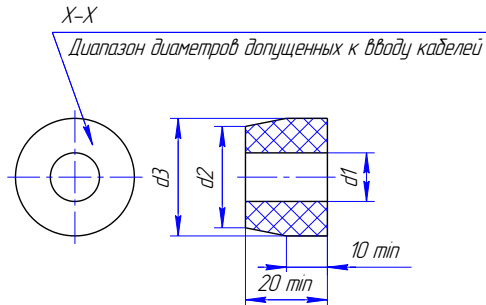

Рисунок 4. Чертеж средств взрывозащиты (продолжение). Кабельный ввод.
- кабельные вводы (см. рисунок 4) выполнены в соответствии с требованиями ГОСТ 31610.0, ГОСТ ИЕС 60079-1. Клапан должен применяться с кабельными вводами завода изготовителя или с другими кабельными вводами, которые обеспечивают защиту вида взрывонепроницаемая оболочка "d" уровень взрывозащиты 1, подгруппу IIC и степень защиты оболочки не ниже IP66. Кабельные вводы должны иметь температурный диапазон от минус 50 до плюс 60°С для обычного исполнения привода и от минус 60 до плюс 60°С для привода исполнения ХЛ;
1 - Модуль СФУ, 2 - Стакан (Сталь 09Г2С ГОСТ 19281-89/Сталь 20ГЛ ГОСТ 977-88), 3 - Кабельный ввод (варианты см. рисунок 4), 4 - Катушка (АГ-4В, провод ПЭТВ-2), 5 - Фланец (09Г2С ГОСТ 19281-89), 6 - Крышка (Сплав АМг6 ГОСТ 4784-97), 7 - Болт М6-6gх16.58.019 ГОСТ 7805-70, 8 - Болт М6-6gх25.58.019 ГОСТ 7805-70, 9 - Шайба 6 65Г.019 ГОСТ 6402-70, 10, 11, 12, 13 - Кольцо уплотнительное (РС-26Ч ТУ 2539-021-46521402-